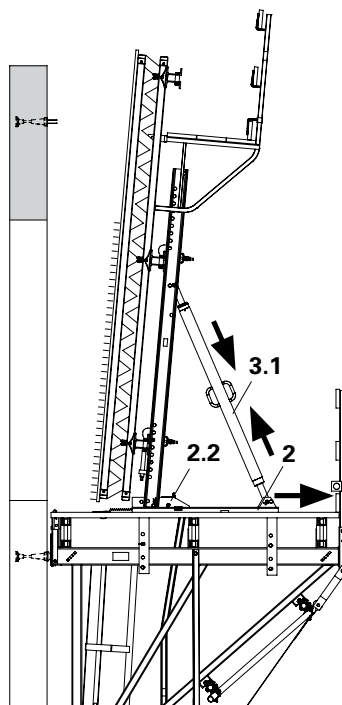

Fig. B1.15
4. Arretrare il carrello (2). (Fig. B1.15)